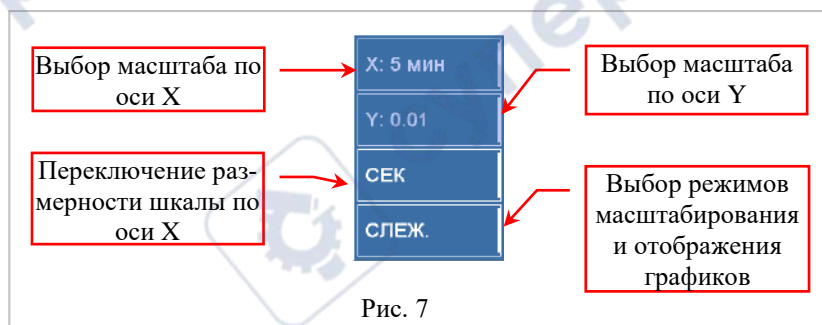

Рис. 7
2.4.1 Управление отображением графиков (рис.7)